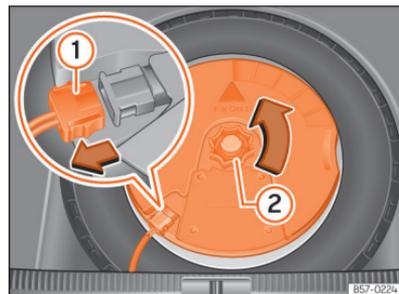

Fig. 219 Na bagageira: desmontar o subwoofer.
- Desligue o cabo do altifalante subwoofer »» Fig. 219 ①.
- Rode a rodinha de fixação no sentido contrário ao dos ponteiros do relógio »» Fig. 219 ②.